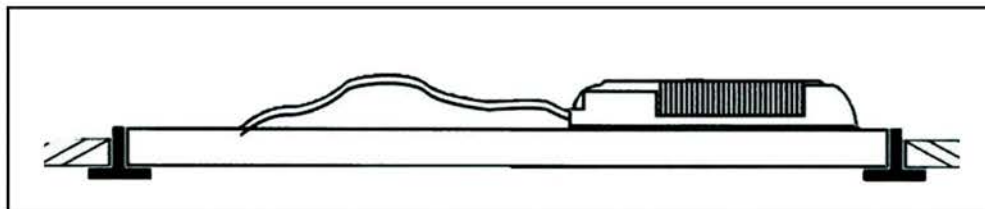
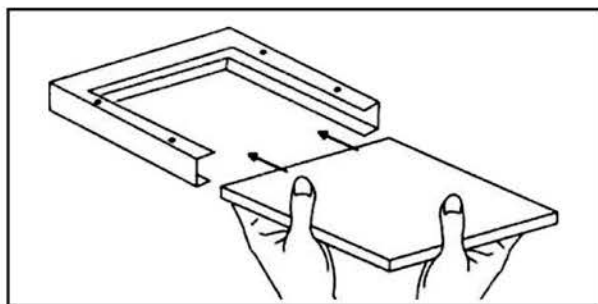

Рис. 2
Рис. 3
- 5.4 Конструкцией осветительного прибора предусматриваются следующие способы монтажа: подвесной с помощью комплектов подвеса CP 10 Suspension set (рис. 1), встраиваемый (на Т-профиль) (рис. 2) и накладной с помощью рамки CP 10 SMB 600x600 (рис. 3).
- 5.7 Накладной способ монтажа (рис. 3):